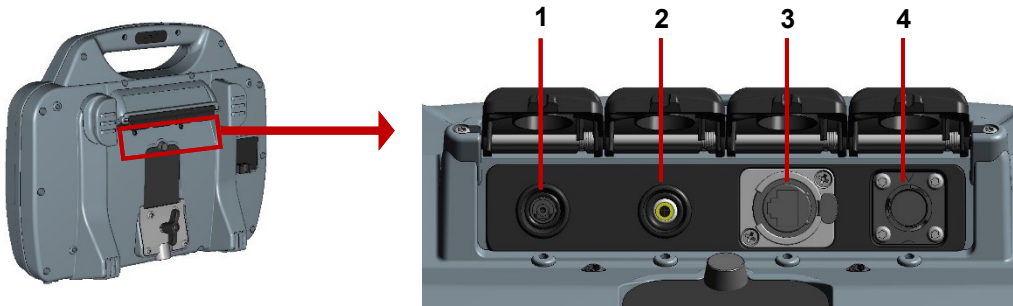

Abb. 3-4: Hauptanschlussfeld
- b. Verbinden Sie die Kanalsondenspule über das Verbindungskabel mit dem Steuergerät (Element 4 in Abb. 3-4).
3. Verbinden Sie die Trommel über das Verbindungskabel mit dem Steuergerät (Element 4 in Abb. 3-4).